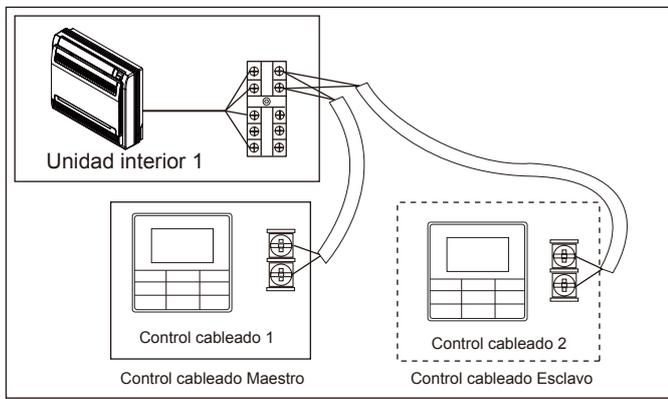

Figura 6.7
- Utilice 1 control con cable para controlar 1 unidad interior o 2 controles con cable (un control maestro y uno esclavo) para controlar 1 unidad interior (consulte la Figura 6.7);